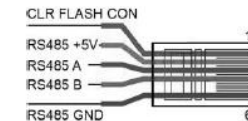

Рис. 4 – назначение контактов разъема RJ12 – RS-485 Modbus.
- Подключите линии интерфейса RS-485 к разъему RJ12 в соответствии с рис. 4.